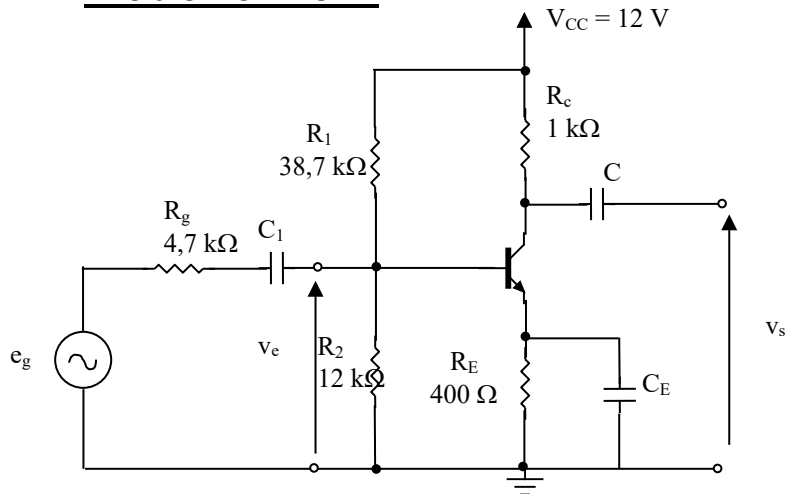

Figure 1.
On considère le montage amplificateur à transistor BJT de la figure 1. Les caractéristiques du transistor utilisé sont représentées à la figure 2. On désire amplifier une tension v_e fournie par un générateur basse tension (BF) de résistance interne R_g .
- 2- Redessiner à partir du montage de la figure 1, le schéma à considérer pour rechercher le point moyen de fonctionnement.